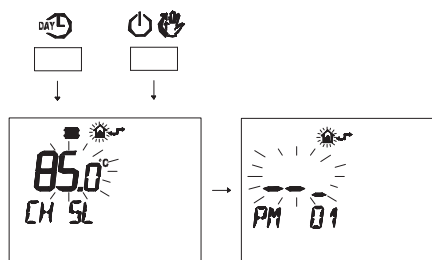

Figura 5.64
- Premere contemporaneamente i pulsanti  e  per entrare nella programmazione trasparente (Figura 5.64).